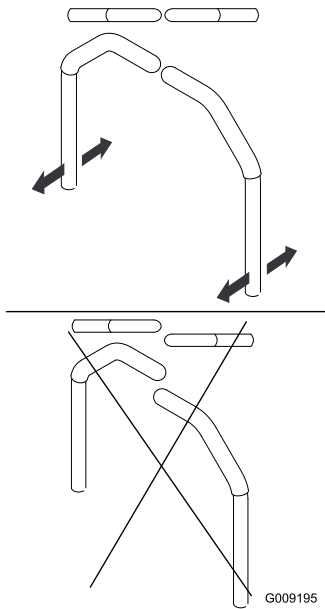

Bild 63
4. Fluchten Sie die Hebel in Längsrichtung aus. Bringen Sie die Hebel zuerst in der NEUTRAL-Stellung zusammen und schieben Sie die Hebel dann so lange, bis sie ausgefluchtet sind. Ziehen Sie dann die Schrauben an (**Bild 63**).